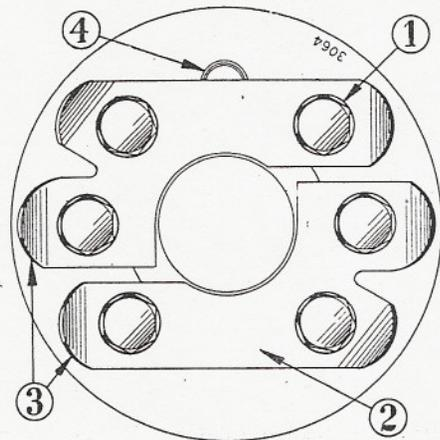

Figure 117
Les plaquettes de sûreté 714 400 R3 (2), fig. 117, seront toujours employées, même lorsque le volant est fixé par 4 boulons.
Les plaquettes de sûreté doivent être installées sur le volant de manière à ce que les tranches recourbées de 3 mm (3, fig. 117), soient tournées vers l'extérieur.